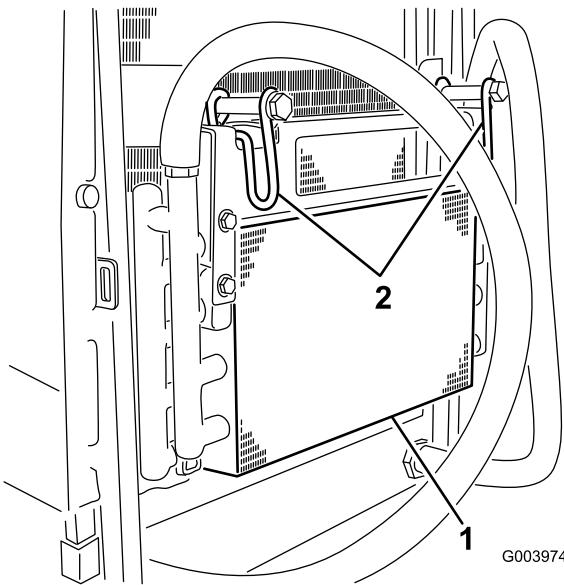

Figure 62
5. Pivotez les verrous vers l'intérieur pour dégager le refroidisseur d'huile (Figure 62).